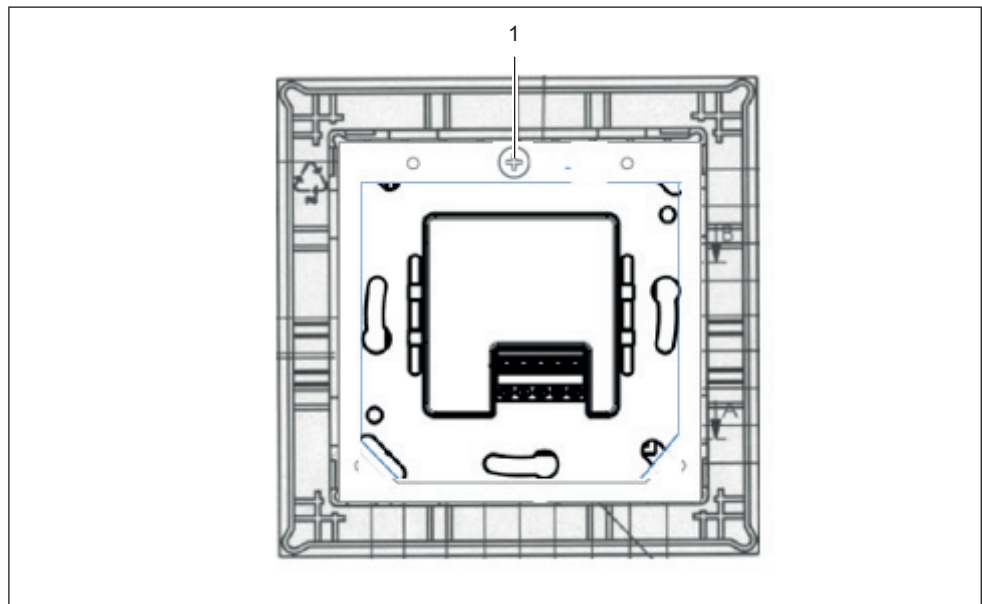

Fig. 20: Inserire e fissare la lamiera di montaggio
3. Inserire e fissare nuovamente la lamiera morsetti nel modulo cieco (Fig. 20).